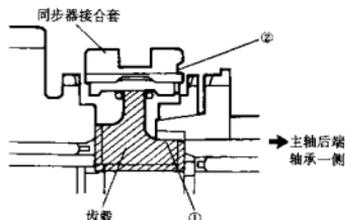
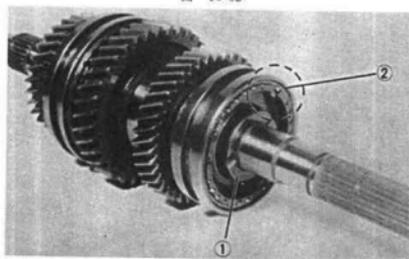

图 10-62
图 10-63
(6) 安装倒档齿轮轴承、倒档齿轮和倒档同步器总成。在安装过程中应注意: 要保证同步器齿数小径端对准接合套内侧①; 而在轴向对准输出轴后轴承; 同步器接合套的梯形端②对准输出轴后轴承端 (图 10-62、图 10-63)。